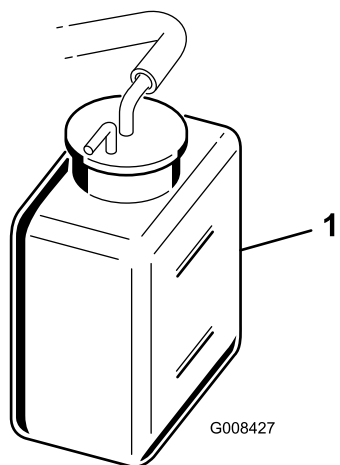

Figura 30
2. Verifique o nível do líquido de arrefecimento (Figura 30). Deve estar entre as linhas no depósito de expansão, com o motor frio.